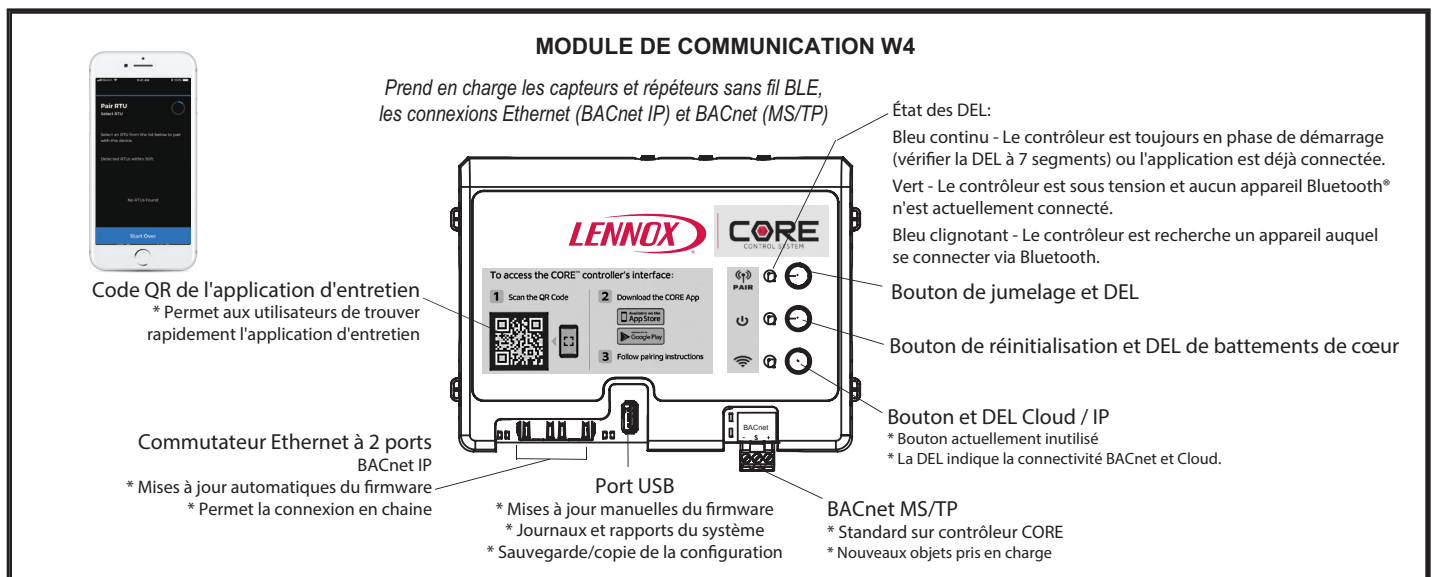

FIGURE 18
- 2 - Appuyer sur le bouton de jumelage et le maintenir enfoncé pendant 5 secondes. Voir FIGURE 18.